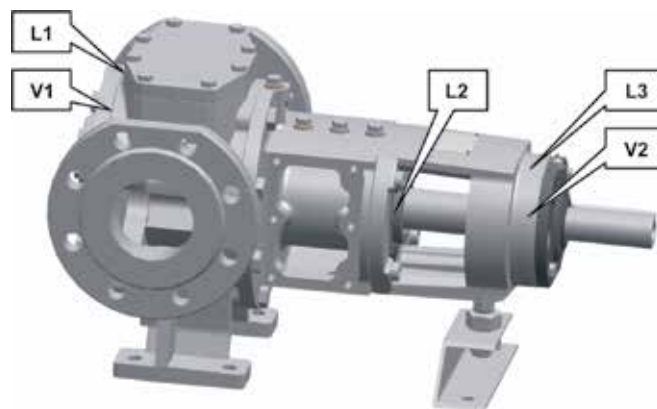

Fig. 1 – Indicazione delle possibilità di monitoraggio e posizioni consigliate (opzionale)
- Il monitoraggio delle temperature superficiali del corpo pompa nelle aree indicate (vedere fig. 1 e 2) e il controllo o monitoraggio del liquido di sbarramento nel corpo della tenuta d'albero di sbarramento assicurano una protezione sufficiente contro situazioni potenzialmente pericolose.